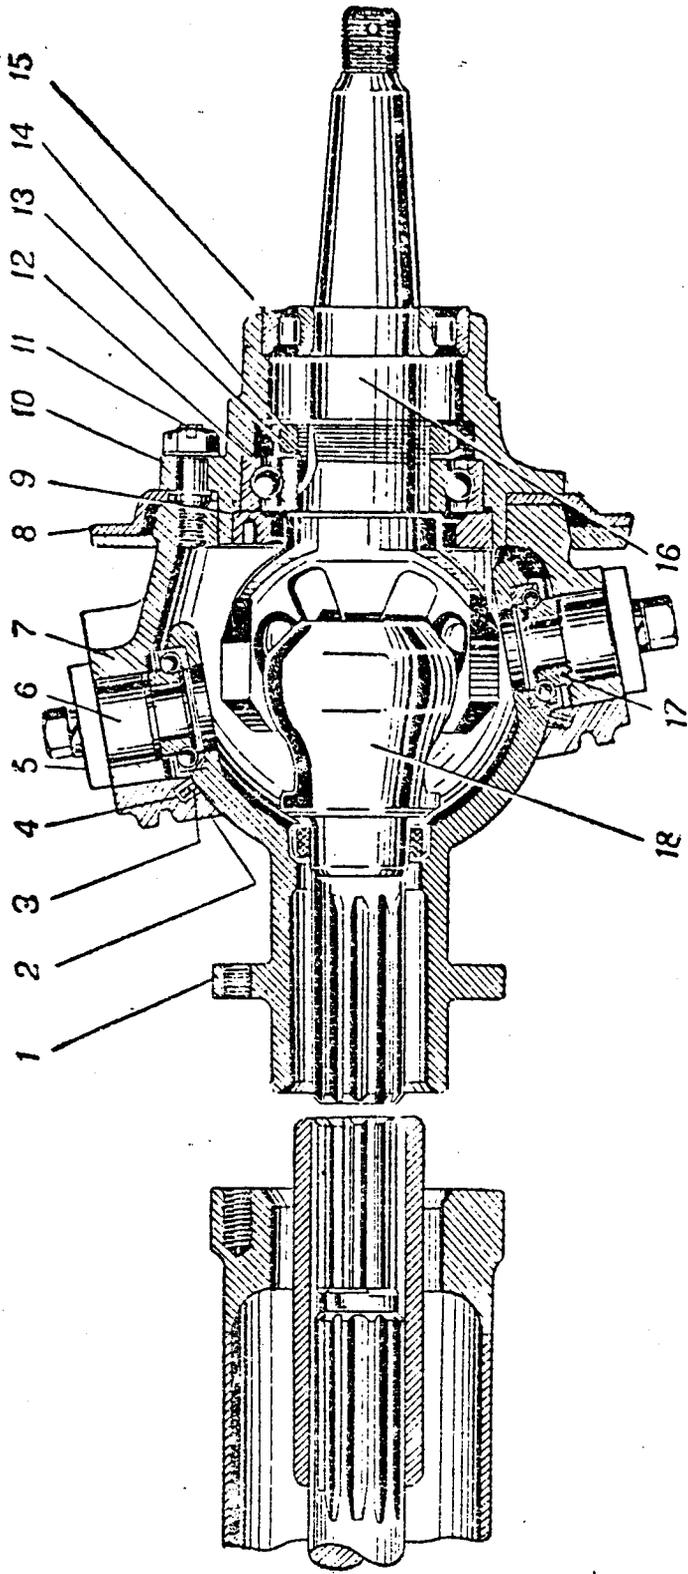

Рис. 8. Привод на передние колёса.
Особенностью переднего ведущего моста автомобиля ГАЗ-67 является наличие поворотной цапфы с шарниром, изображённым на рис. 8. Поворотная цапфа 7 и кожух (шаровая опора) 1 шарнира образуют шарообразный картер, внутри которого находится шарнир постоянной угловой скорости. К поворотной цапфе 7 крепятся тормозной диск 8 и ступица 10. В верхнем и нижнем ушках цапфы помещаются шкворни 6, закрытые накладками.
3. Изменены регулировочные прокладки шкворней и их расположение. Для уменьшения зазора между шкворнем и втулкой новые прокладки надо снимать, а не добавлять, как это делалось при старой конструкции (рис. 8). Прокладки имеют толщину 0,1; 0,15 и 0,4 мм.